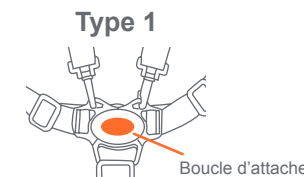

Fig. 13
- 13) • Pour libérer la ceinture, appuyer sur le bouton au centre des boucles, les deux sangles se détacheront (Fig. 13).